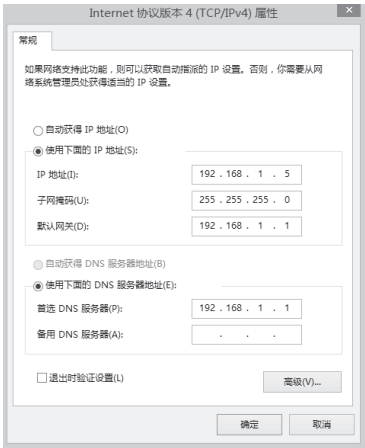

图4-1 本地连接
- 2. 设置PC本地连接IP地址为192.168.1.X, X为2~254中任意整数，子网掩码为255.255.255.0，默认网关为192.168.1.1，如图4-1所示。